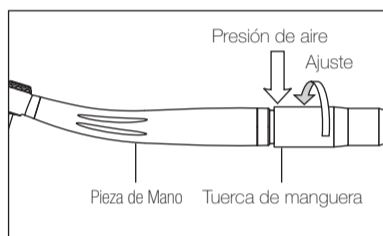

Fig. 1
- 2) Ajuste la tuerca de la manguera (Fig. 1).
Ajuste la Presión de aire en los puntos señalados con flecha de las Fig. 1 y 2. Los valores de ajuste están indicados en la tabla de especificaciones. No exceda la presión de aire recomendada.